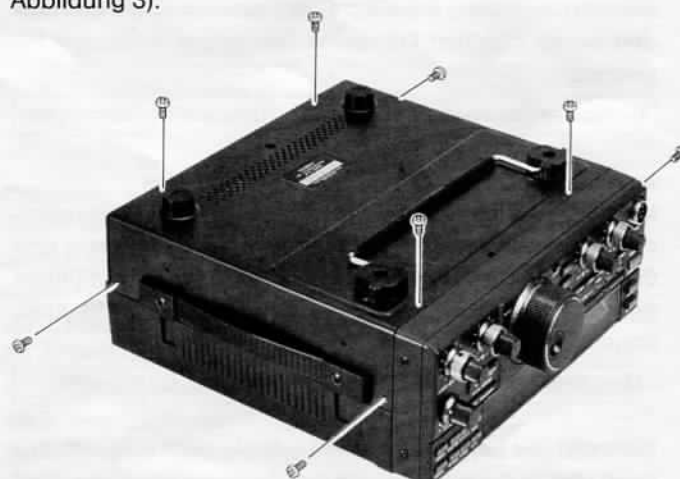

Abbildung 1: Diese 8 Schrauben für das Abnehmen der unteren Gehäuseschale lösen.
Nachdem Sie den Transceiver ausgeschaltet und alle Kabel abgezogen haben, legen Sie den Transceiver auf eine weiche, rutschfeste Unterlage und lösen Sie die acht Schrauben, mit denen die untere Gehäuseschale befestigt ist (s. Abbildung 1). Ziehen Sie diese ab. Nun können Sie den internen Antennentuner ATU-2 montieren (s.u.) und die weiteren Punkte überspringen.
– Wenn Sie jetzt kein weiteres Zubehör mehr installieren wollen, drehen Sie den Transceiver um und stecken das hellblau markiert Kabel wieder in Buchse J2026. Danach befestigen Sie wieder die untere Gehäuseschale (Bügel zur vorderen Seite) mit ihren acht Schrauben (Abbildung 1).
- Befestigen Sie wieder die untere Gehäuseschale mit den acht Schrauben (s. Abbildung 1).